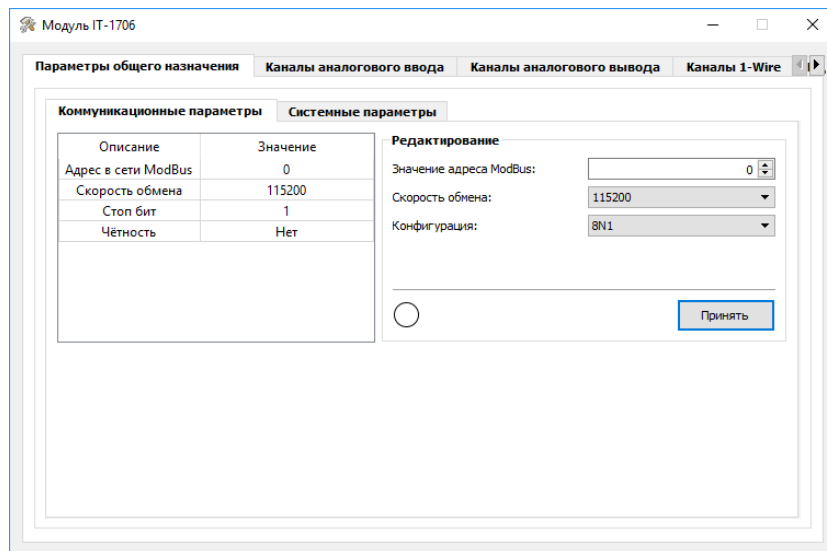

Рис.27
- Коммуникационные параметры (Рис.27)